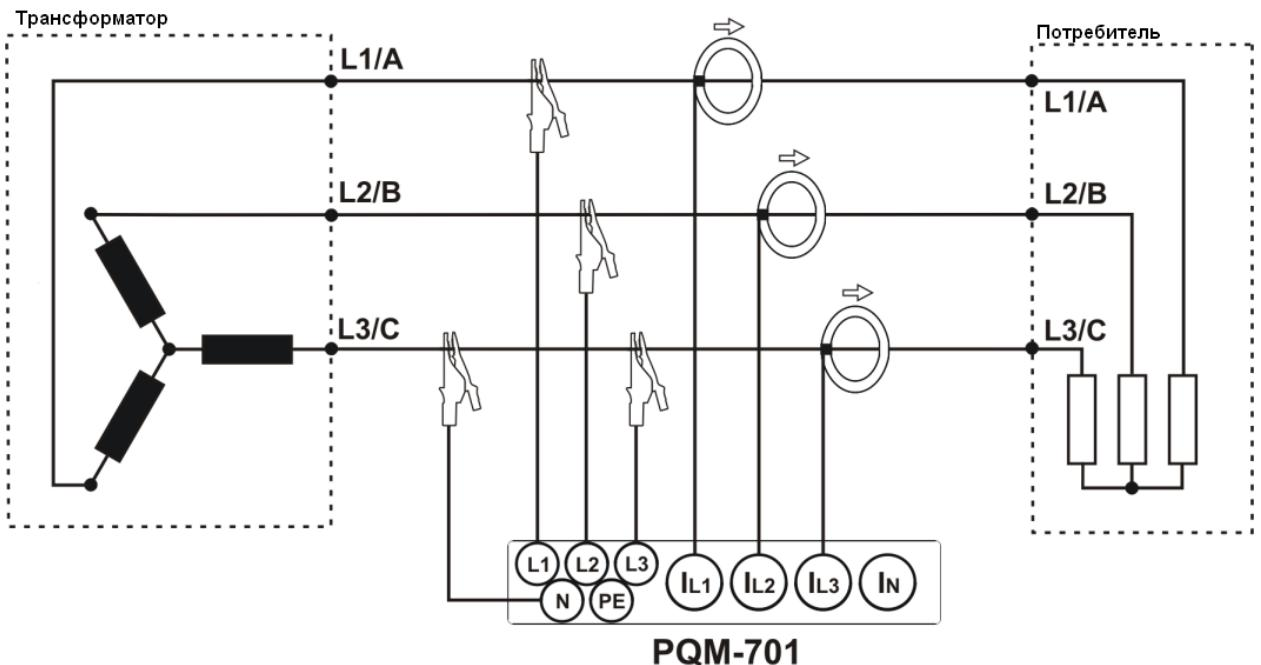
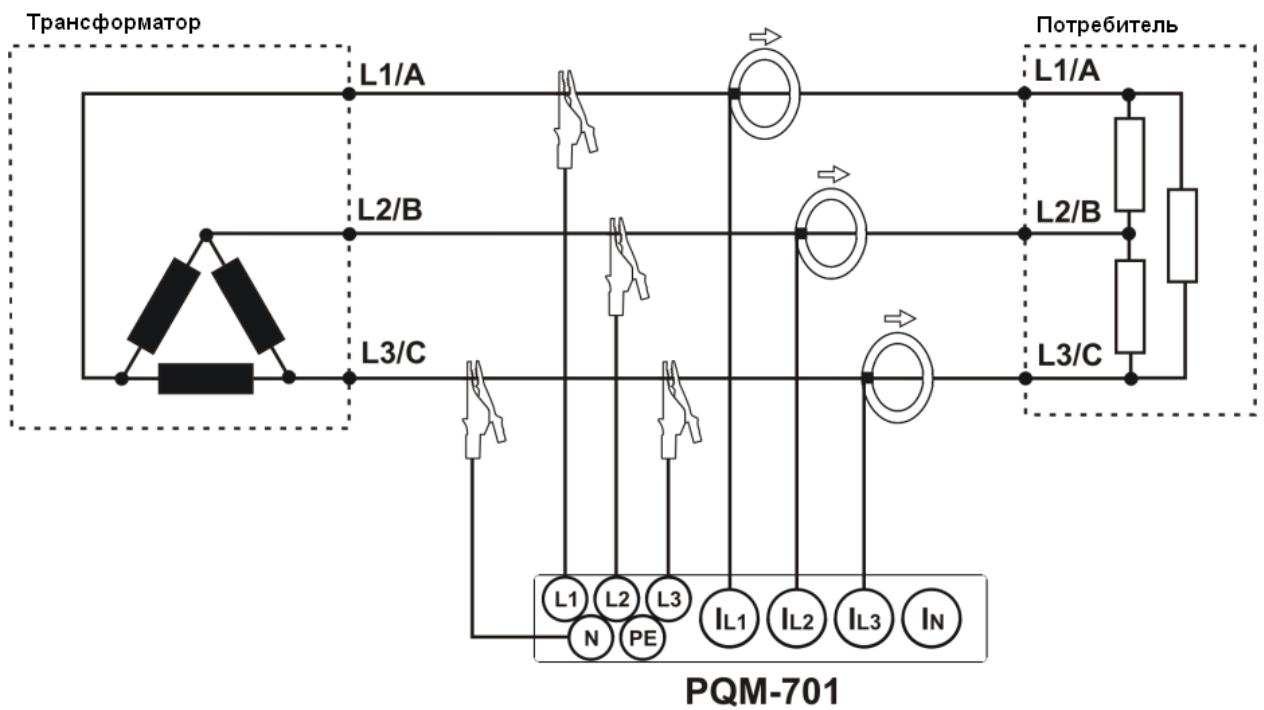
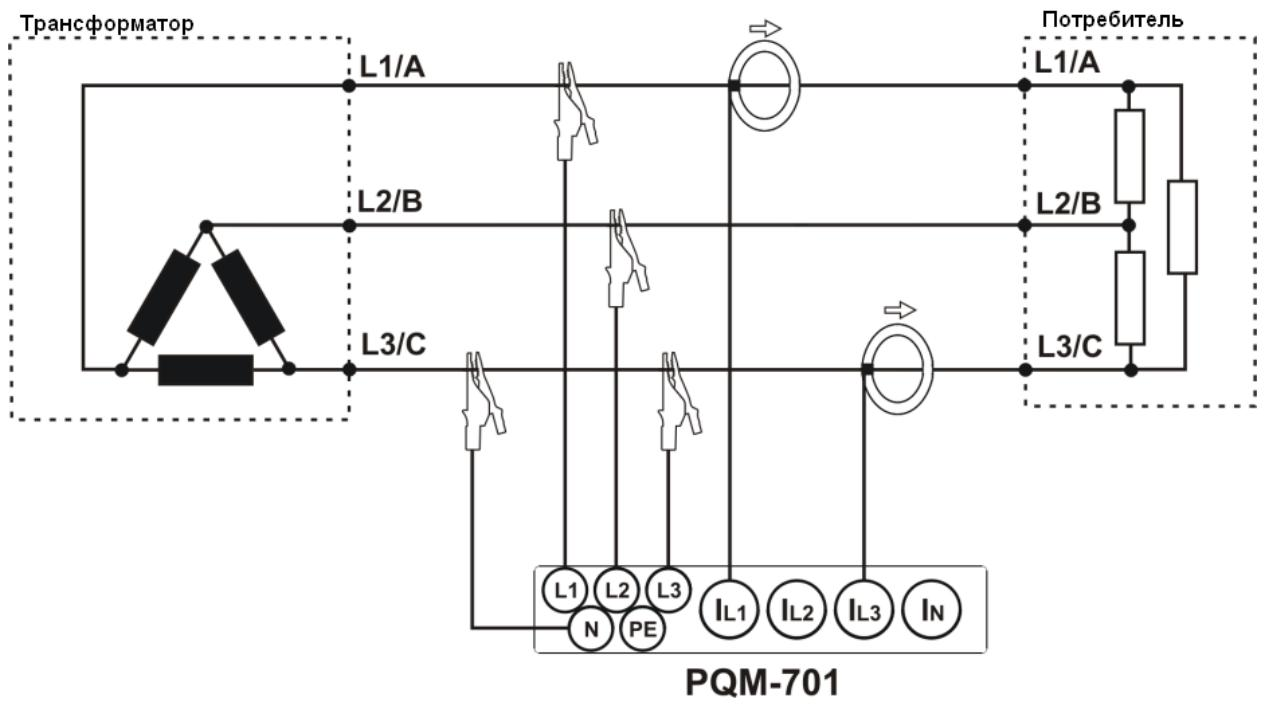
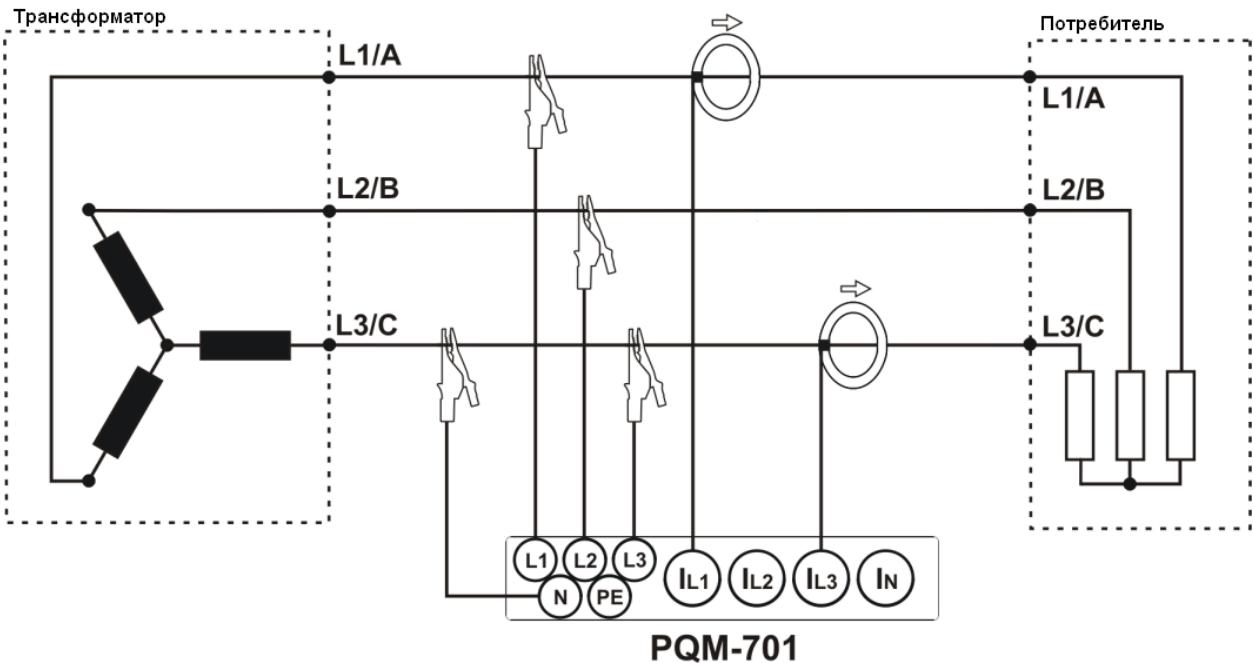

Рис. 5. Схема подключения – Трехфазная трехпроводная ("звезды") (изолированная нейтраль).
Рис. 6. Схема подключения – Трехфазная трехпроводная ("треугольник").
Рис. 7. Схема подключения – Трехфазная трехпроводная ("треугольник" Арана)
Рис. 8. Схема подключения – Трехфазная трехпроводная ("звезды" Арона)
- Трехфазная трехпроводная ("звезда") (изолированная нейтраль) (Рис. 5),
- Трехфазная трехпроводная ("треугольник") (Рис. 6).
Эту методику можно использовать в случае системы типа треугольник (Рис. 7) и звезда без нейтрального проводника (Рис. 8).
Поскольку входы измерения напряжения отнесены к входу N, в системах, где отсутствует нейтральный проводник входы N и L3 анализатора соединены между собой. Это показано на Рис. 5, Рис. 6, Рис. 7 и Рис. 8 (трехпроводные системы типа звезда и треугольник).